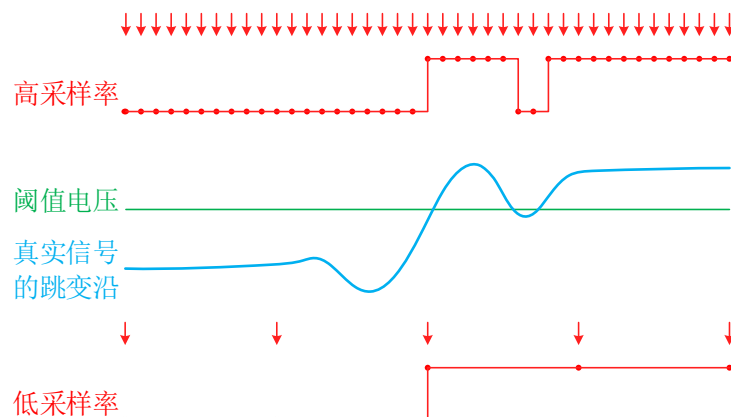

图 2-11
2. 当被测信号频率非常低时，往往也意味着跳变沿本身的过渡时间更长。如图 2-11 所示，过高的采样率可能会采集到跳变沿本身的跳变和毛刺，反而不利于信号或者协议的分析。